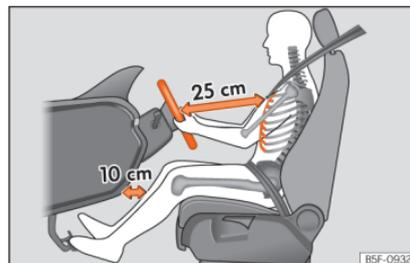

Fig. 3 A separação correta entre o condutor e o volante deve ser de 25 cm no mínimo (10 polegadas).
- Ajuste o volante de modo a ficar a uma distância de, pelo menos, 25 cm (10 polegadas) do esterno »» **Fig. 3** e a poder segurá-lo com ambas as mãos pelos lados, pela parte exterior, com os braços ligeiramente fletidos.
- Ajuste longitudinalmente o banco, de modo a poder carregar a fundo nos pedais com os joelhos ligeiramente fletidos e a ficar uma distância entre a zona dos joelhos e o painel de instrumentos de pelo menos 10 cm (4 polegadas) »» **Fig. 3.**